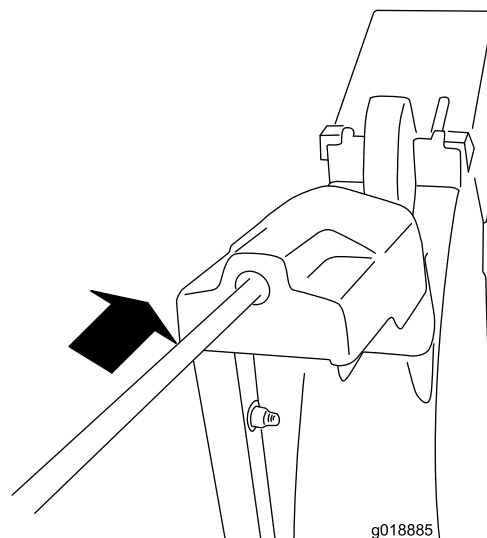

Рисунок 11
4. Вставьте передний конец штока в отверстие в задней части крышки редуктора желоба так, чтобы он вошел в контакт с редуктором (Рисунок 11).